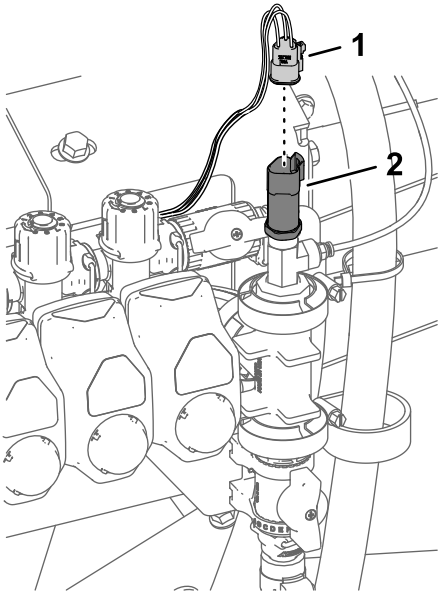

Figura 46
- Conecte el conector hembra de 3 vías del transductor de presión (Figura 46).